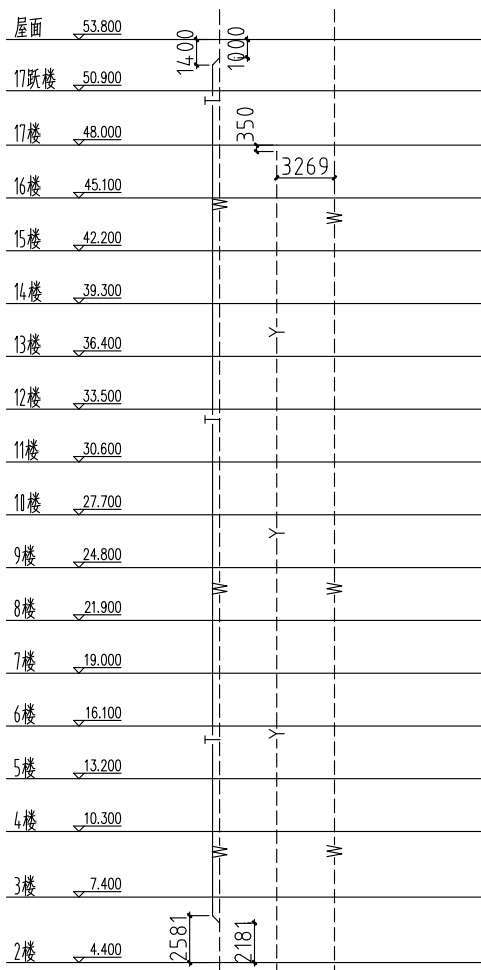

图 13-79 绘制排水系统管线结果
**04** 重复调用 HZGX 命令，绘制雨水管线和其他管线，结果如图 13-79 所示。